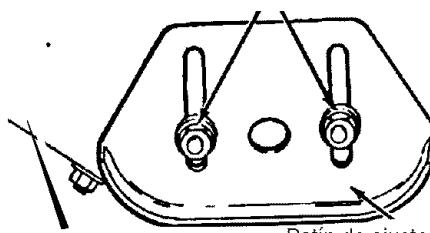

Figura 67
2. Una vez que el motor está caliente, quite el tapón de drenaje del aceite y la **tapa/varilla indicadora del nivel de aceite** (Figura 67). Drene el aceite en un recipiente apropiado.
Este quitanieves está equipado con dos patines de ajuste de altura, ubicados en el lado exterior del alojamiento de la barrena. Vea la Figura 67.
4. Afloje las tuercas de montaje que sujetan los patines de ajuste de altura. Para bajar la parte delantera del quitanieves, suba los patines. Apriete las tuercas de montaje. Vea la Figura 67.